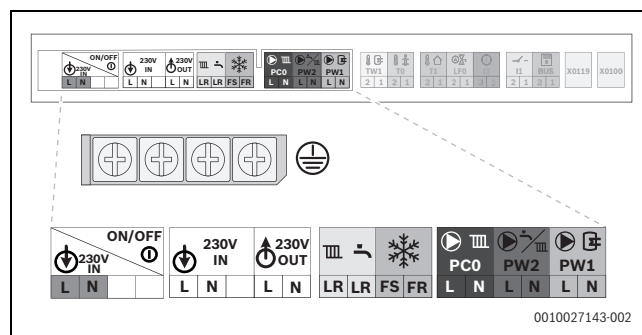

Рис. 109 Диапазон сетевого напряжения: клеммная колодка
- Подключите кабель к клеммной колодке для внешнего дополнительного оборудования (→ рис. 109 и рис. 110).